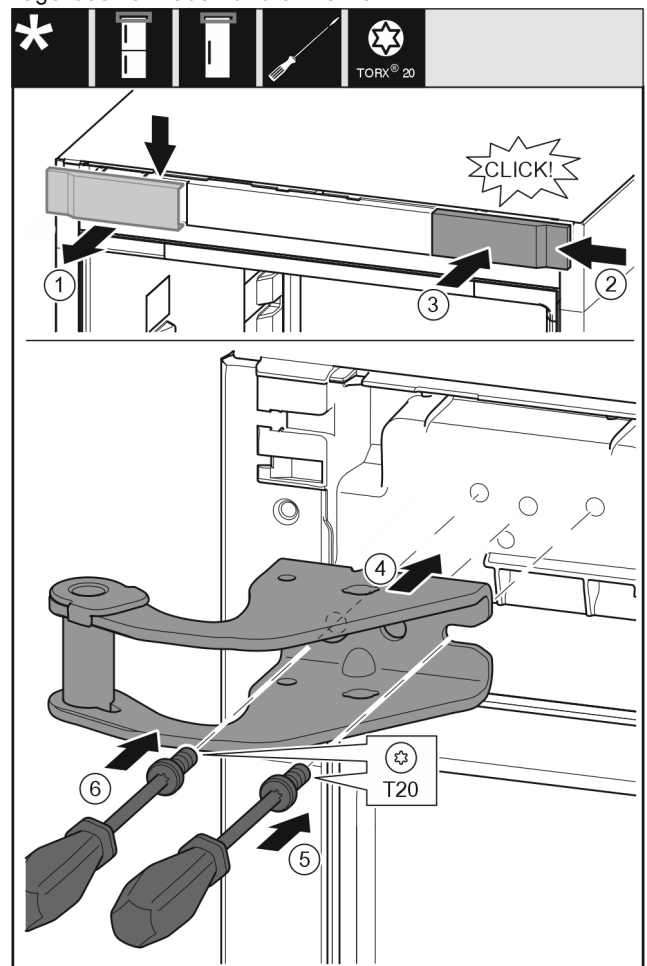

Fig. 11
- ▶ Abdeckung von oben nach vorne abnehmen. Fig. 11 (1)
- ▶ Abdeckung um 180° gedreht auf der anderen Seite von rechts einhängen. Fig. 11 (2)
- ▶ Abdeckung einrasten. Fig. 11 (3)
- ▶ Oberen Lagerbock ansetzen. Fig. 11 (4)
- ▶ Schraube mit Schraubendreher T20 ansetzen und festdrehen. Fig. 11 (5)
- ▶ Schraube mit Schraubendreher T20 einsetzen und festdrehen. Fig. 11 (6)